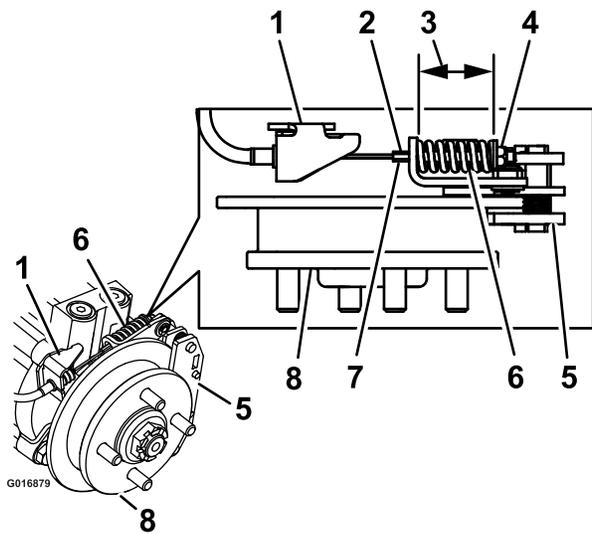

Figura 79
9. Sujete el extremo de la varilla roscada con una herramienta y ajuste la contratuerca hasta que el muelle mida de 1-1/2 a 1-9/16 pulgada (3,8 a 4,0 cm) (Figura 79). No deje que el cable gire mientras se aflojan las tuercas.